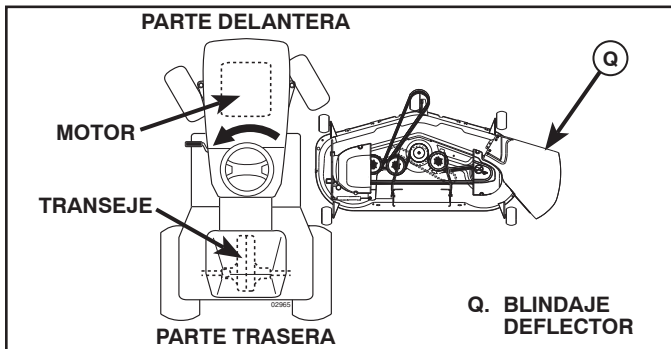

Fig. 6
**3. GIRE EL VOLANTE HACIA LA IZQUIERDA Y UBIQUE LA CORTADORA DE CÉSPED EN SU LUGAR (Vea Fig. 6)**
- Gire el volante completamente hacia la izquierda y ubique la cortadora de césped en el lado derecho del tractor con el blindaje deflector (Q) a la derecha.